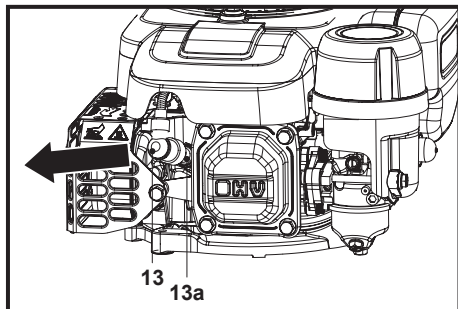

Fig. 20
1. Debranșează conectorul bujiei (13) (Fig. 20).